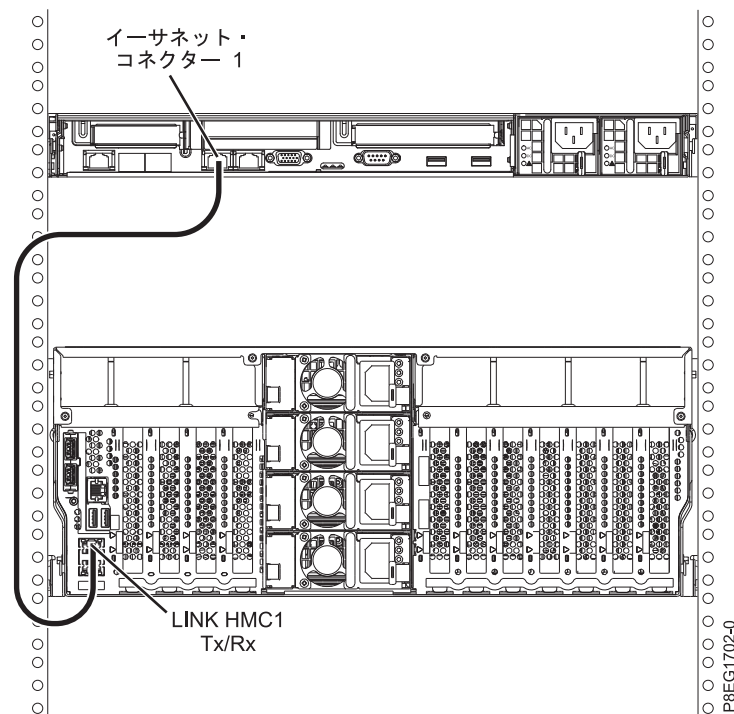

図 12. 管理対象システムへの HMC の取り付け
1. HMC を管理対象システムに直接接続する場合は、HMC の イーサネット・コネクタ 1 を管理対象システムの HMC1 ポートに接続します。図 12を参照してください。